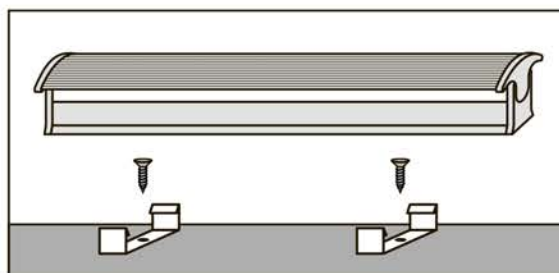

Рис. 1
- Для крепления светильника к выбранной поверхности используйте крепежные изделия, предлагаемые в комплекте со светильником (Рис. 1).